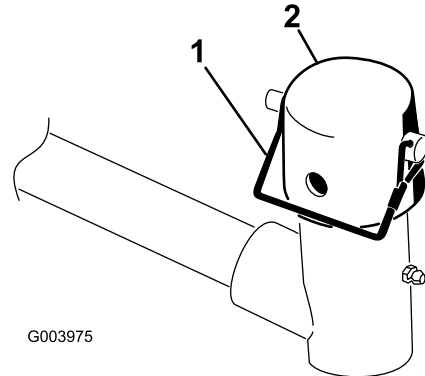

Рисунок 6
6. Снимите стопорный штифт и крышку с вилки оси поворота подъемного рычага (Рисунок 6).
10. Прикрепите крышку и вал несущей рамы к вилке подъемного рычага с помощью фиксирующего штифта (Рисунок 6).